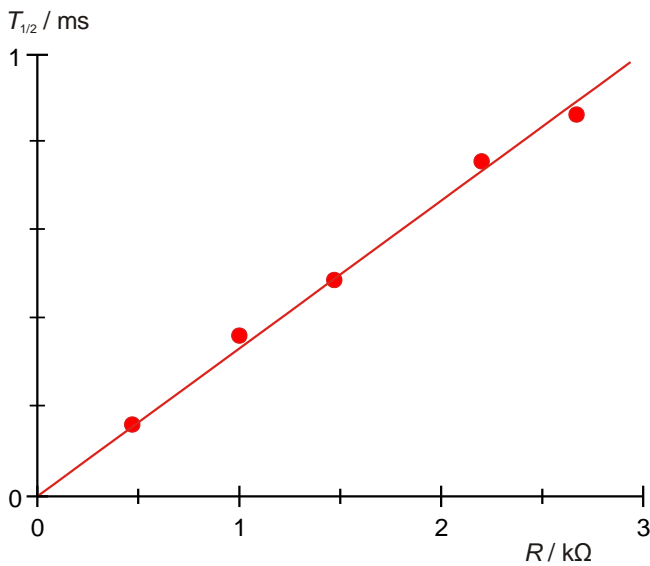

Fig. 5 : Temps de demi-vie  $T_{1/2}$  en fonction de la résistance  $R$ .
- Insérer les temps de demi-vie  $T_{1/2}$  de Tab. 3 par rapport aux résistances ohmiques  $R$  dans un schéma et ajuster une droite d'origine (Fig. 5).
- Pour contrôler l'équation (3), utiliser la pente de la droite  $m_C$  pour déterminer la capacité  $C$ .
- Insérer les temps de demi-vie  $T_{1/2}$  de Tab. 5 par rapport aux produits  $R \cdot C$  dans un schéma et ajuster une droite d'origine (Fig. 5).
- Pour contrôler l'équation (3), utiliser la pente de la droite  $m$  pour déterminer le facteur de proportionnalité  $\ln 2$ .